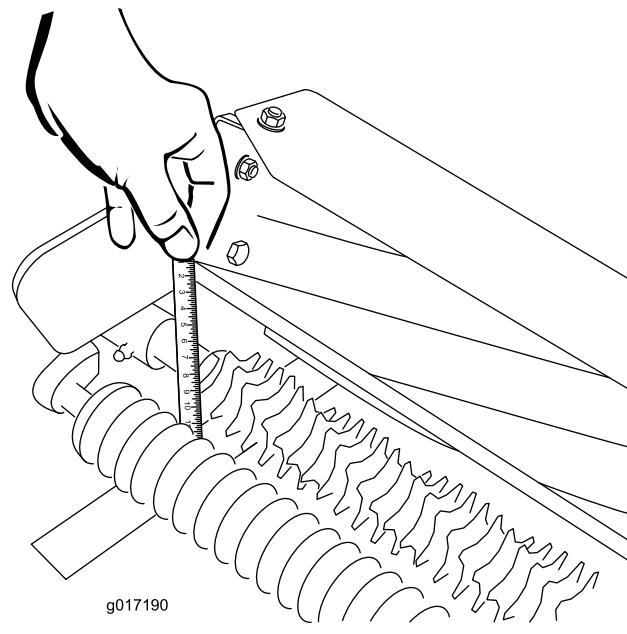

Bild 14
- Messen Sie an einem Ende der Groomerspindel den Abstand von der niedrigsten Spitze des Grommermessers bis zur Arbeitsoberfläche (Bild 14). Heben Sie das Feineinstellrad an